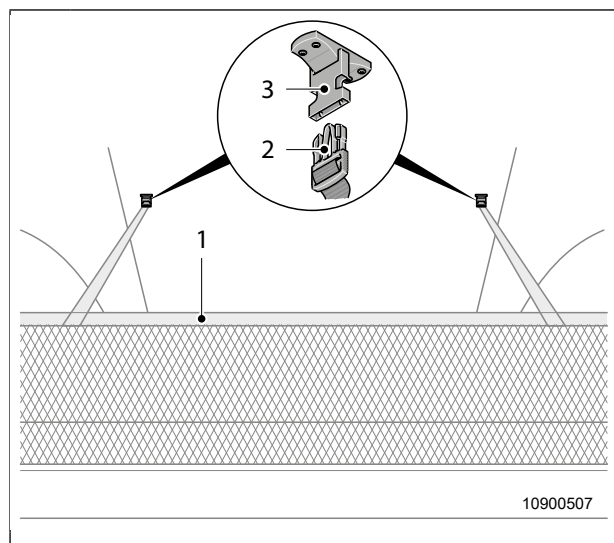

Fig. 39 Protezione anticaduta
1. Estrarre il dispositivo di protezione anticaduta (Fig. 39, pos. 1) da sotto il materasso.
2. Inserire entrambe le cinghie del dispositivo anticaduta con la chiusura a scatto (Fig. 39, pos. 2) nell'attacco corrispondente (Fig. 39, pos. 3).